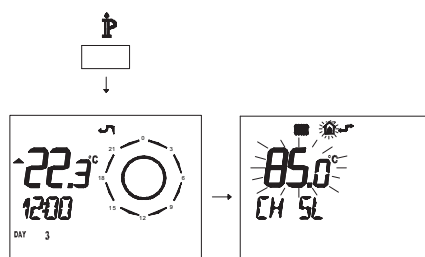

Figura 5.48
- Pulse durante más de 3 segundos el botón **P** para entrar en la modalidad *INFO* (Figura 5.48).